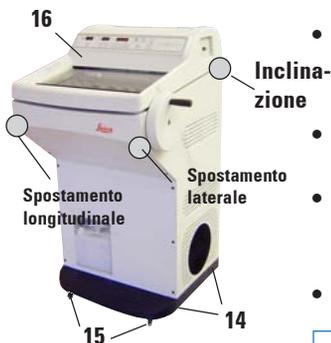

Fig. 4
- Spostare lo strumento nel luogo di installazione sulle sue ruote (14). Osservare le zone rinforzate per il trasporto ed afferrare il contenitore solo in questi punti (Fig. 4).
- I piedini regolabili (15) possono supportare il peso dello strumento se inclinato leggermente di un certo angolo (max. 30°).
- Nel luogo di installazione, svitare le viti dei piedini regolabili (15) usando una chiave a forcella. Ciò è necessario per assicurare la stabilità.